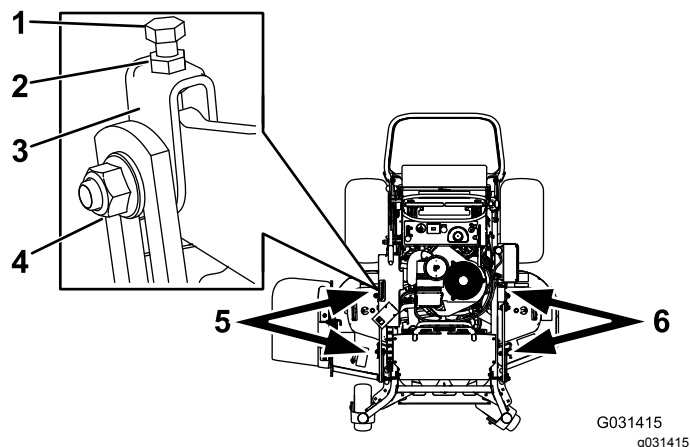

Figure 88
1. Desserrez l'écrou latéral et l'écrou de blocage sur les chapes que vous voulez régler (Figure 88).
2. Tournez le boulon supérieur des chapes pour régler la hauteur du plateau de coupe (Figure 88).